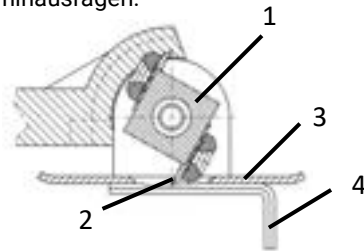

Abb. 10: Messer einstellen
- > Tauschen Sie ggf. das Messer (2 – Abb.10) aus.
- > Drehen Sie die Walze (1 – Abb.10) so, dass das Messer maximal durch das Führungsblech (3 – Abb.10) herausragt.
- > Legen Sie den Innensechskantschlüssel (4 – Abb.10) am Führungsblech an, so dass sich die Einkerbung mit der gewünschten Schnitttiefe unter dem Messer befindet.